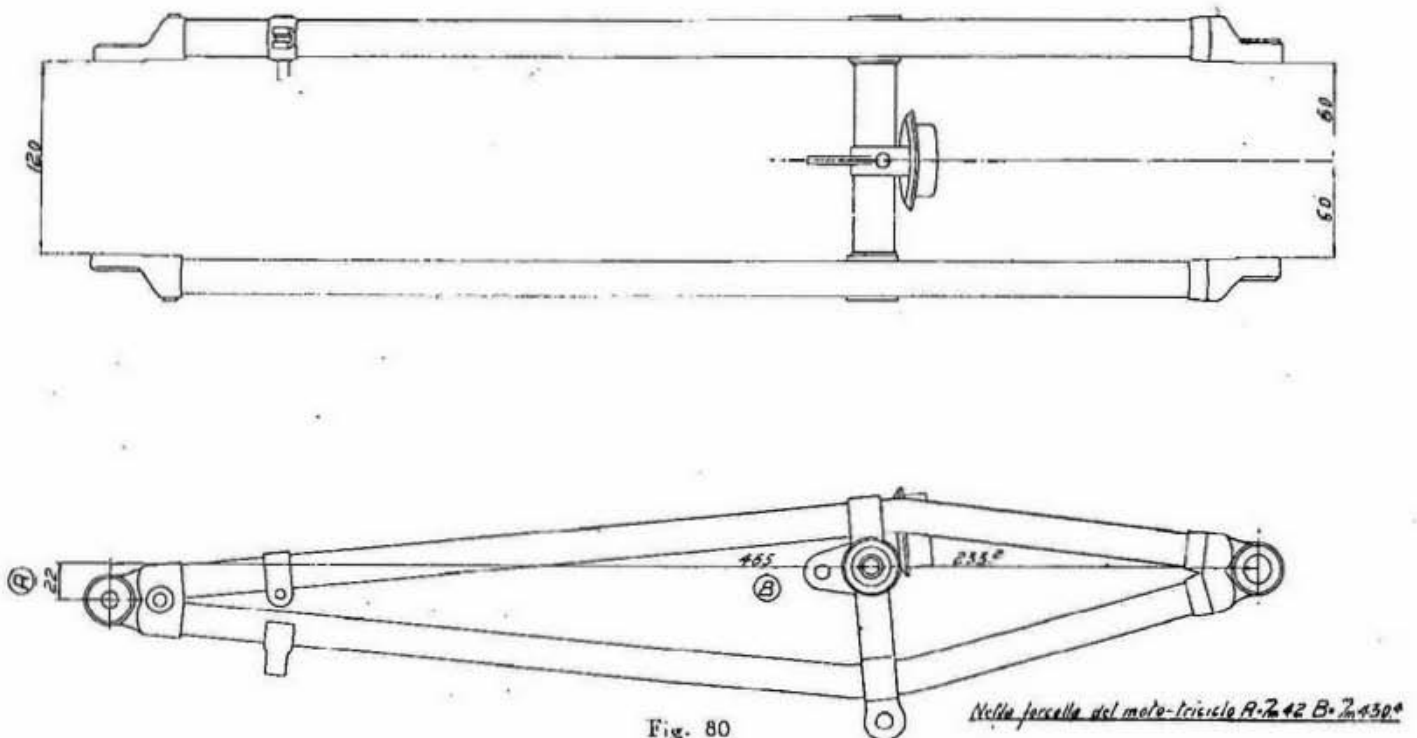

Fig. 80
*Verificare* che gli assi passanti per i tre fori (fissaggio perno mozzo, traverso porta piattello, attacco ginoliera) siano paralleli fra di loro. L'asse che passa per i fori fissaggio perno del mozzo, non è contenuto nel piano degli altri due assi, ma deve essere spostato all'indietro (nelle mono e biposto) di mm. 22 (vedi fig. 80).